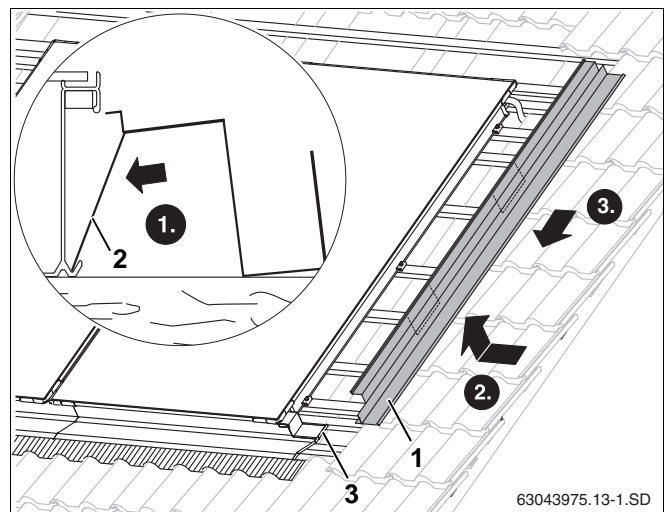

Fig. 48 Montering af dækpladen på siden til højre
**FORSIGTIG!** ▶ Holdepladerne (fig. 48, **pos. 2**) skal stilles ind i solfangerkanten forned.
- ▶ Sæt de højre og venstre sidedækplader (fig. 48, **pos. 1**) ind i solfangerens gribefordybning med kanterne foroven, og skub dem over den nederste dækplade.
- ▶ Tryk pladernes overlappende fals sammen til fastgøring (fig. 48, **pos. 3**).